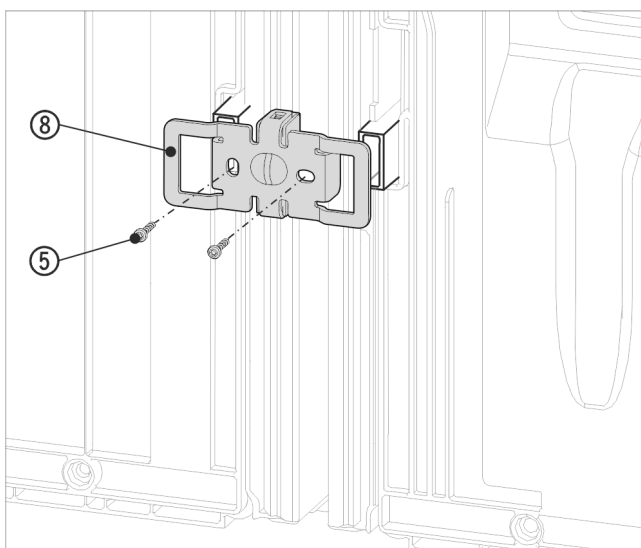

Fig. 18 Príklad zobrazenia
- Uholník Fig. 18 (8) opätovne posuňte s vybrániami nad uchytenie pre dištančné držiaky na stenu.
- Priskrutkujte ho pomocou 2 skrutiek Fig. 18 (5).